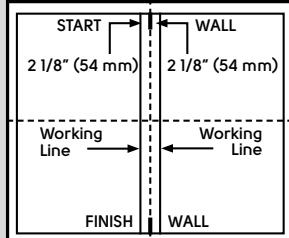
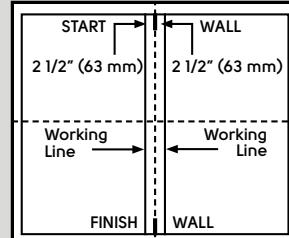

Figure. 2a
Figure. 2b
- Mesurez une distance de 54 mm pour les lames de 152,4 mm de largeur (Figure 2a) OU de 63 mm pour les lames de 177,8 mm de large (Figure 2b) à gauche et à droite de la marque du milieu aux deux extrémités de la pièce et tracez une ligne à la craie.